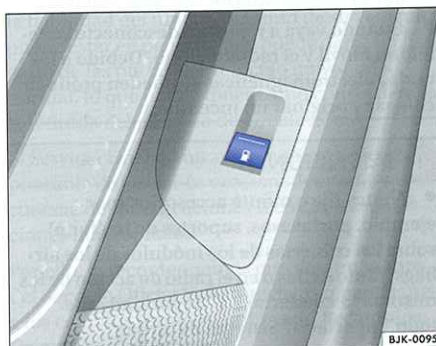

Fig. 7 Detalle de la tecla de apertura de la tapa del depósito de combustible en la puerta del conductor
– Tire de la tecla de desbloqueo  ⇒ fig. 7 hacia arriba. La tapa del depósito se desbloquea.